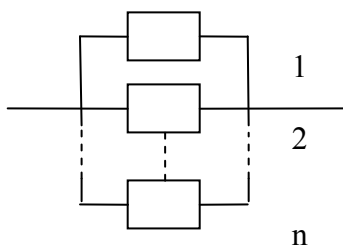

Рисунок 2 - Структурная схема надёжности с параллельным соединением элементов.
**2. Параллельным (резервным) соединением** элементов в структурной схеме надёжности называется такое соединение, при котором система отказывает только при отказе всех  $n$  элементов, образующих эту схему (рисунок 2). Согласно определению: